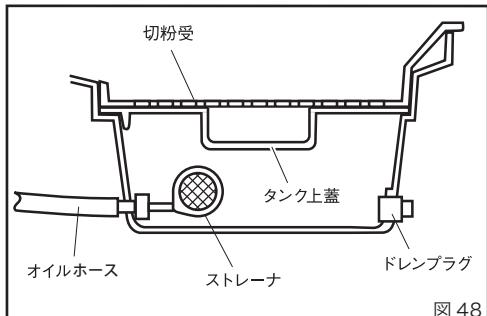

図 48
3. オイルタンクの清掃 (図 48)
細かい切粉がタンク内にたまりますので、月に1回程度タンク内をきれいに掃除してください。(図 48)